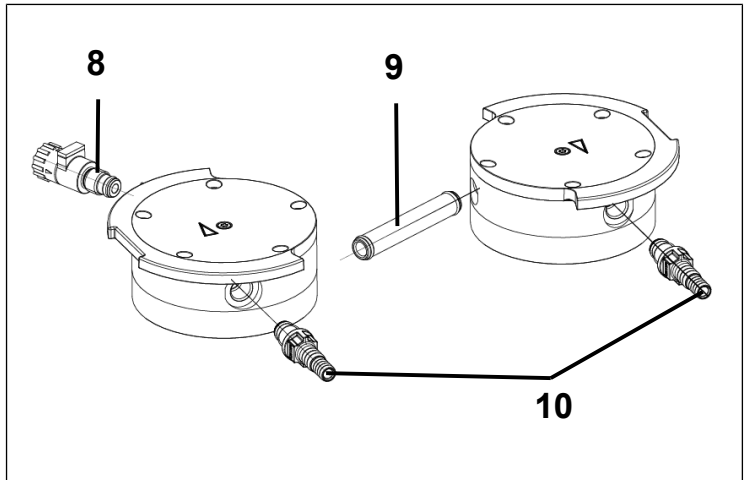

Abb.11: O-Ringe wechseln
1. Schrauben Sie die Schlauchanschlüsse (Abb. 11/10) mit dem mitgelieferten Werkzeug und das Gasballastventil (Abb. 11/8) aus dem Kopfdeckel (3) heraus.
2. Ziehen Sie das Verschaltungsrohr (Abb. 11/9) aus dem Kopfdeckel (3) heraus.
1. Lösen Sie die Schraube (1) nur von einem Pumpenkopf.
2. Nehmen Sie die Druckplatte (2) und Kopfdeckel (3) von Zwischenplatte (5) ab.
3. Nehmen Sie die alte Ventilplatten/Dichtungen (4) ab.
4. Reinigen Sie die Zwischenplatte (5) vorsichtig (falls Ablagerungen vorhanden).
5. Setzen Sie die neuen Ventilplatten/Dichtungen (4) in entsprechende Sitze der Zwischenplatte (5) ein.
7. Entsorgen Sie die ausgewechselte Membrane (6), Ventilplatten/Dichtungen (4) sachgerecht.
8. Stecken Sie das Verschaltungsrohr (Abb. 11/9) in den Kopfdeckel (3).
9. Schrauben Sie das Gasballast (Abb. 11/8) in entsprechenden Kopfdeckel (3) ein, so dass die Fläche nach oben orientiert ausgerichtet ist.
1. Drücken Sie den Rand der Membrane (6) rundum an. Drücken Sie die Membrane (6) nur an einem Pumpenkopf an.
2. Setzen Sie die Zwischenplatte (5) mit Ventilplatten/Dichtungen (4) entsprechend dem Filzstiftstrich auf die Aufnahme.
3. Setzen Sie den Kopfdeckel (3) entsprechend Passstift auf die Zwischenplatte (5).
4. Setzen Sie die Druckplatte (2) entsprechend Filzstiftstrich auf den Kopfdeckel.
6. Ziehen Sie die Schraube (1) in der Mitte der Druckplatte fest (Anziehmoment: 1 Nm).
8. Schrauben Sie die Schlauchanschlüsse (Abb. 11/10) mit mitgeliefertem Werkzeug handfest ein.